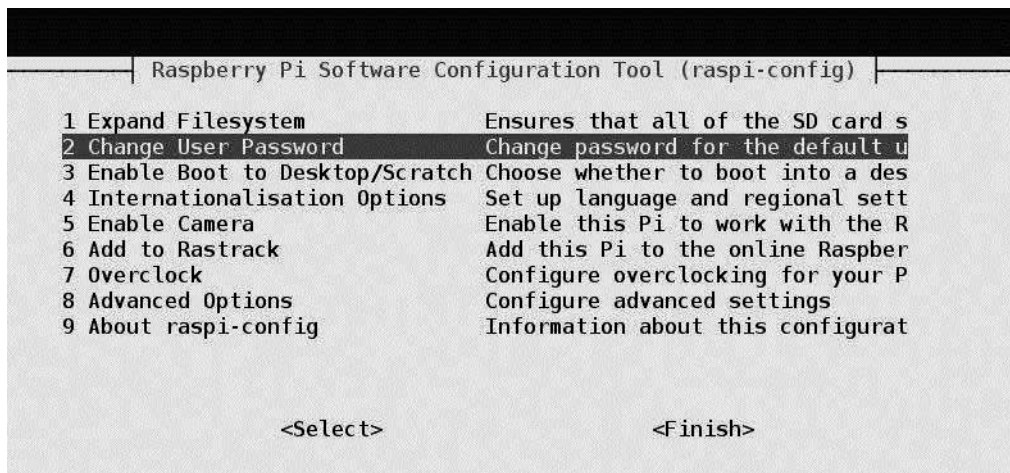

Figura 1.12
A continuación tenemos la posibilidad de cambiar el nombre de usuario y contraseña que por defecto son **pi** y **Raspberrry**. Esto lo acometemos tal y como se observa en la figura 1.12. Después es necesario cambiar la configuración del teclado (ES) y la zona horaria (figuras 1.13 y 1.14). La siguiente configuración es muy importante ya que ahí estableceremos el tipo de Raspberry, que en nuestro caso es la Pi2 (figuras 1.15 y 1.16).